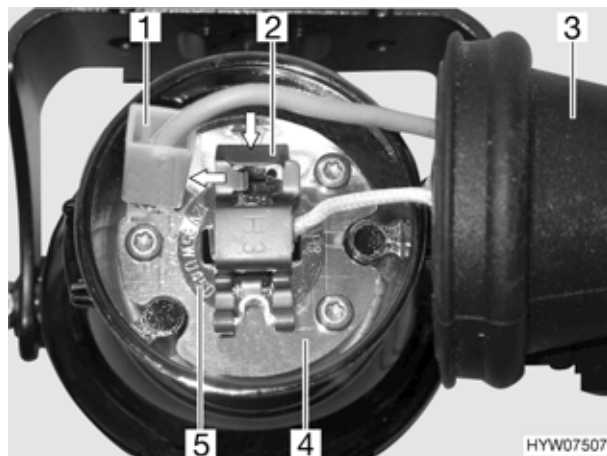

Fig. 109 Luce fendinebbia
- Afferrare dietro la luce fendinebbia e togliere il copripolvere di gomma (Fig. 109,3) dall'involucro (Fig. 109,4).
- Togliere il cavo negativo (Fig. 109,1) dall'involucro.
- Premere la graffa di supporto (Fig. 109,2) per sganciarla e spingerla di lato.
- Estrarre dall'involucro la lampada ad incandescenza (Fig. 109,5) con il cavo.